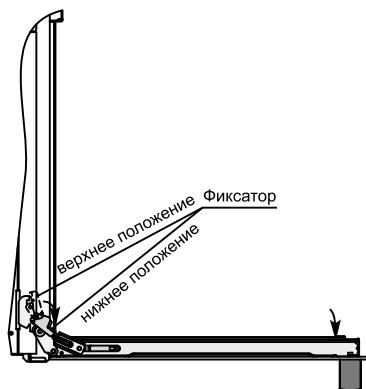

рис. 8
Для снятия дверцы нужно (см. рис. 8,9,10):
2. Повернуть фиксатор шарнира в крайнее нижнее положение см. рис. 8;